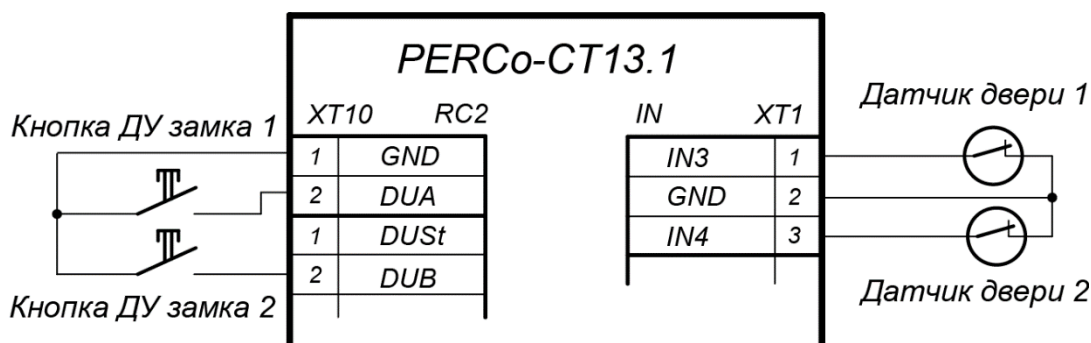

Рисунок 15. Схема подключений кнопок ДУ и датчиков двери
3. Кнопки ДУ «Выход» замков, при необходимости их установки, подключаются к клеммной колодке **XT10** нижней платы контроллера (см. рис. 15).
4. Датчик двери (геркон) подключается к клеммной колодке **XT1** нижней платы контроллера (см. рис. 15). Датчик двери с замком, управляемым выходом **OUT3**, подключается к входу **IN3**, выходом **OUT4** – к входу **IN4**. Датчик двери должен быть смонтирован таким образом, чтобы при закрытой двери обеспечивалось устойчивое его срабатывание.